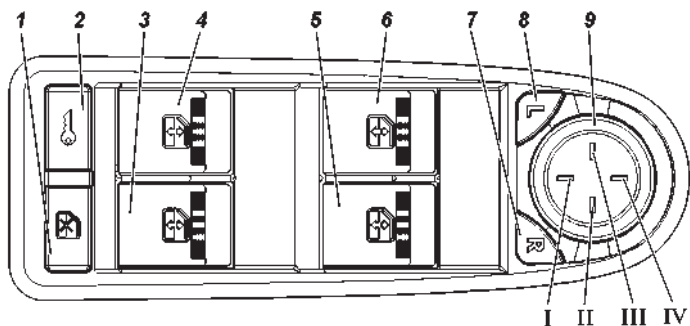

Рис. 3.16. Модуль переключателей двери водителя с мультиплексным управлением:
Система может быть переведена в режим быстрой разблокировки двери водителя, когда при однократном нажатии на кнопку 2 ПДУ или повороте ключа в замочной скважине водительской двери происходит только разблокировка двери водителя, а при повторном нажатии на кнопку 2 ПДУ или кнопку 2 (рис. 3.16) МДВ – разблокировка остальных боковых дверей и двери задка.
- нажать выключатель 2 (рис. 3.16) МДВ. Каждое нажатие производит блокировку или разблокировку замков.
Управление положением стекла производится выключателями, расположенными на подлокотниках соответствующих дверей автомобиля. На подлокотнике двери водителя выключателями 3,4,5,6 (рис. 3.16), осуществляется управление перемещением положения стекол боковых дверей.
Управление электроприводом левого и правого наружных зеркал производится единым переключателем 9 (рис. 3.16), расположенным на МДВ. Выбор подлежащего регулировке по командам от переключателя зеркала производится одним из выключателей 7 или 8 МДВ – кнопок выбора зеркала. Одновременная регулировка положения левого и правого зеркал невозможна.